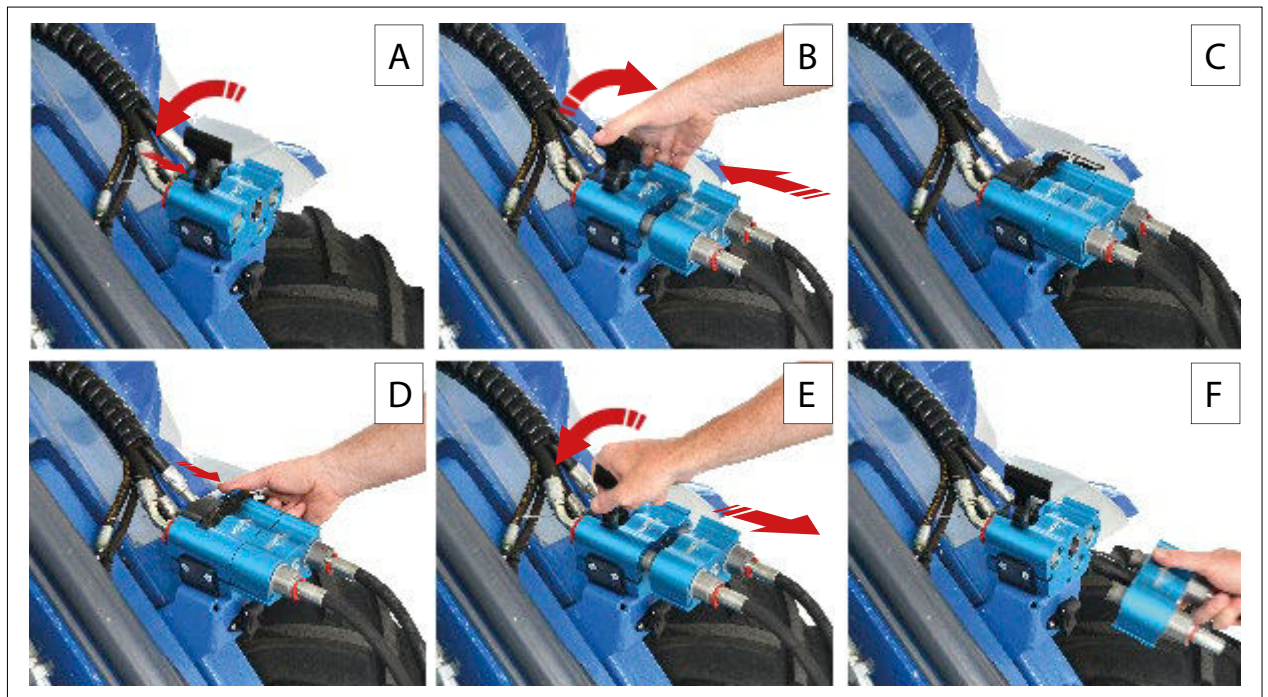

FIG. 32
Før du oprettet hydrauliske forbindelser mellem maskinen og redskabet (FIG. 32) skal du frigive resttrykket i maskinens hydrauliske kredsløb. Dette gøres således:
- 2) Tryk på låseknappen (FIG. 31 - Ref. 2) på låsegrebet og løft låsehåndtaget (FIG. 31 - Ref. 3) til den ulåste position FIG. 32 - Ref. A).
- 1) Tryk på låseknappen (FIG. 32 - Ref. D) Tryk på låsegrebet og løft låsegrebet til den ulåste position (FIG. 32 - Ref. E).
- 2) Afbryd redskabets hydrauliske slanger fra maskinen (FIG. 32 - Ref. F).